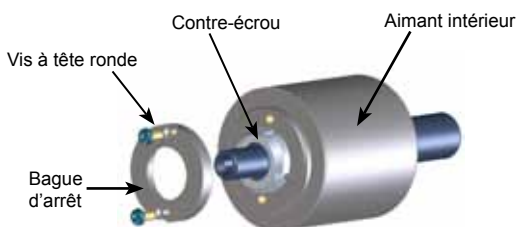

FIGURE 11
3. Déposer les deux vis à tête ronde de 6 mm et la bague d'arrêt. Insérer une barre en laiton entre deux dents du rotor, au travers d'un orifice, et déposer le contre-écrou (voir la figure 11). Déposer l'aimant intérieur de l'arbre en le faisant coulisser. Rappel : cet aimant est très puissant. Pour tout démontage supplémentaire de la pompe, voir l'étape 7 de **DÉMONTAGE DE LA POMPE**.